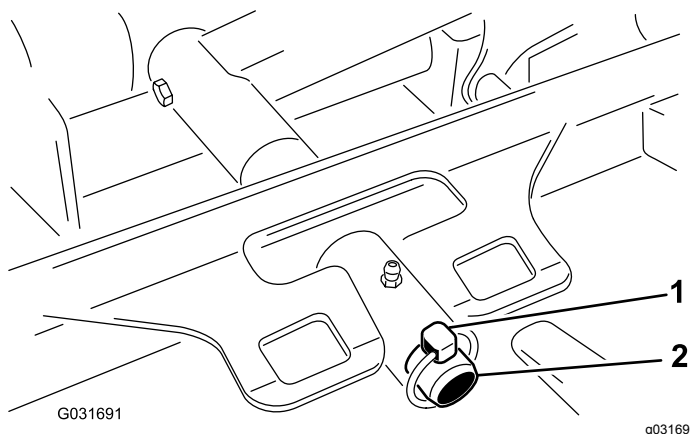

Figura 79
3. Togliete l'acciarino che fissa il telaio portante del piatto di taglio al perno di articolazione del braccio di sollevamento (Figura 79).
3. Fate scorrere il telaio portante del piatto di taglio sul perno orientabile del braccio di sollevamento e fissatelo con l'acciarino (Figura 79).